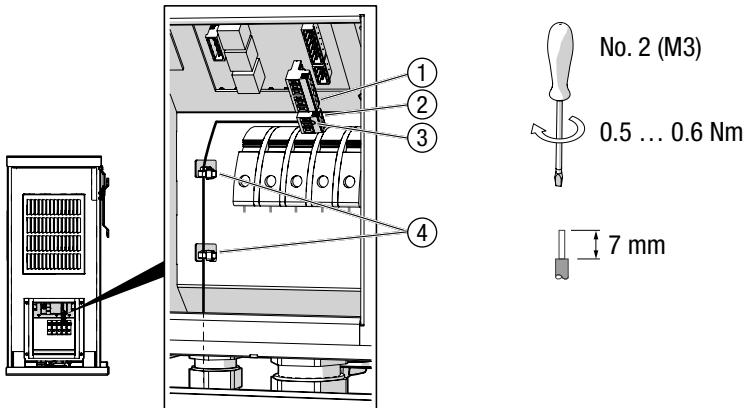

Bild 24 Externe Abschaltung anschließen
3. Schließen Sie die Steuerleitung am 3-poligen Stecker (Bild 24/Pos.2) wie folgt an:
5. Stecken Sie den 6-poligen Stecker (Bild 24/Pos.1) ein, um offene Kontakte abzudecken.
6. Prüfen Sie, ob die Kontakte NA21 und NA22 gebrückt sind (Bild 24/Pos. 3).
7. Befestigen Sie die Kabel mit Kabelbindern an den Gehäuselaschen (Bild 24/Pos. 4).